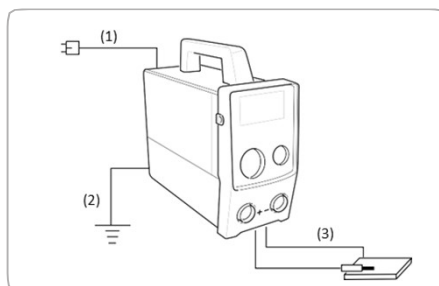

Fig.3
- Asigurați-vă că port electrozud și cablul de legare la pământ (cablurile secundare) sunt bine conectate la fișele mobile, pentru a evita arderea acestora din urmă. Fig. 3 (2)
- După ce ați introdus ștecherul în priză, Fig. 3 (3) asigurați-vă că acestea au fost cuplate corect; în caz contrar acestea se vor supraîncălzi dacă se lucrează cu ele o perioadă mai lungă de timp și dacă valorile curentului sunt ridicate. Acest lucru este foarte important.
- După ce aparatul de sudură a fost instalat conform etapelor descrise anterior, odată cu pornirea, ledul indicator al aparatului se va aprinde Fig 3 (1)